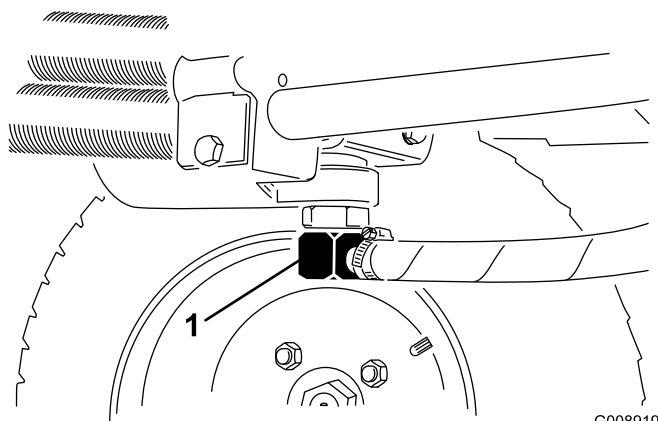
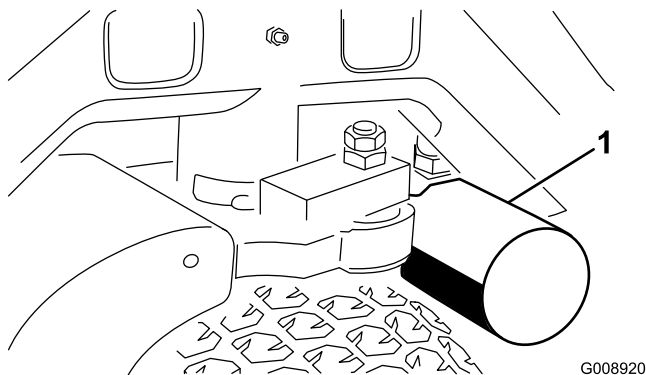

Figura 75
Figura 76
2. Desconecte as linhas hidráulicas (Figura 75) ou retire o filtro hidráulico (Figura 76) e deixe que o fluido hidráulico escorra para dentro de um recipiente de escoamento.
4. Coloque um recipiente de escoamento debaixo do filtro (Figura 76) e retire o filtro.